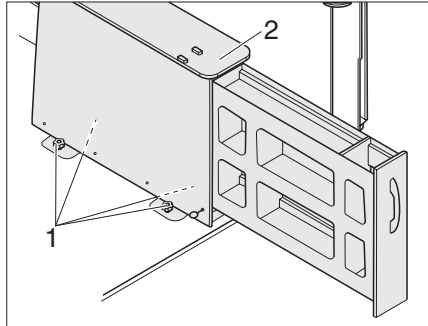

Fig. 55 Smontaggio del cassetto posteriore
► Svitare le 4 viti a stella (Fig. 55,1) e rimuovere il corpo (Fig. 55,2) del cassetto posteriore.